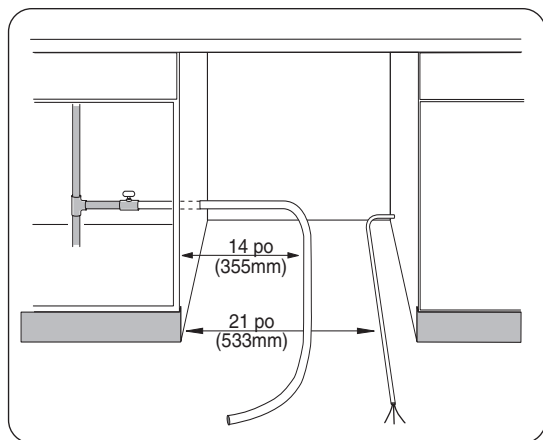

Figure 17
- 1 Placer et positionner les canalisations en eau chaude et électrique comme à la **figure 17** pour qu'elles s'alignent avec les rainures sous la base du lave-vaisselle.